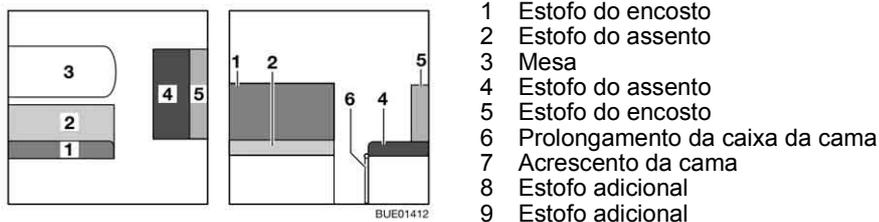

Fig. 120 Antes da transformação
- Transforme a mesa (Fig. 120,3) em base para cama (ver ponto 6.12).
- Desdobre o prolongamento da caixa da cama (Fig. 120,6).
- Retire o estofa do encosto (Fig. 120,1) e coloque-o de lado.
- Retire o estofa do encosto (Fig. 120,5).